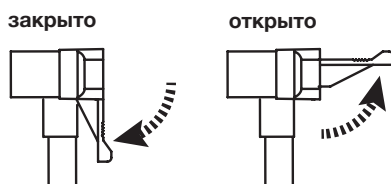

Рис. 2
1. Снимите воздушный шланг с крепления на корпусе. Откройте зажим на соединительном коннекторе (рис.2). Плотно прижмите коннектор к ниппелю и закройте зажим. Убедитесь в плотной фиксации коннектора на ниппеле.